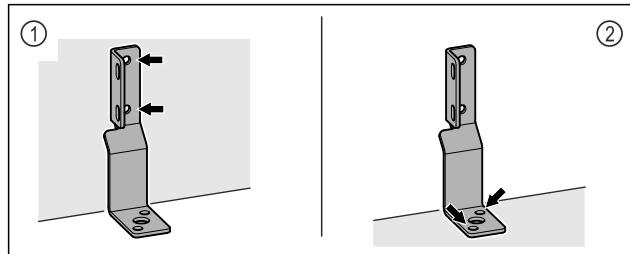

Fig. 45
- ▶ Fijar la escuadra a la pared Fig. 45 (1) o al suelo Fig. 45 (2).